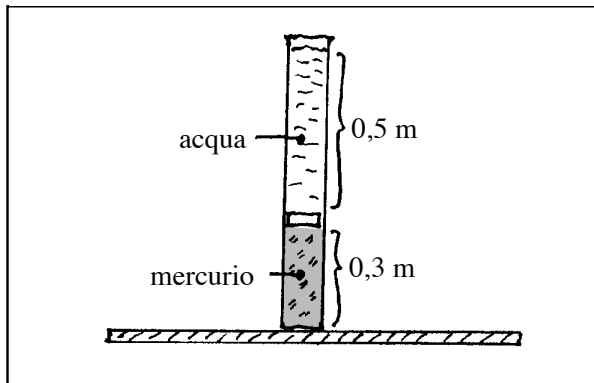

Fig. 9.20. Per l'esercizio 3
3. Che pressione c'è sul fondo del recipiente in fig. 9.20? Il disco che separa i due liquidi si può spostare facilmente ed è così piccolo e leggero, che il suo influsso sulla pressione può essere trascurato. La densità del mercurio è $13\,550 \text{ kg/m}^3$.